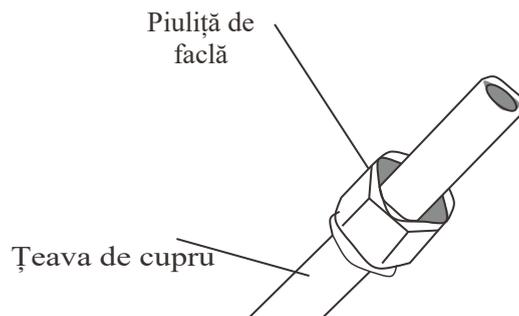

Fig. 5.3
3. Așezați piulițele la ambele capete ale țevii. Asigurați-vă că aceștia se îndreaptă în direcția corectă, pentru că nu le puteți pune în mișcare sau nu le puteți schimba direcția după apariție. Vezi Fig. 5.3